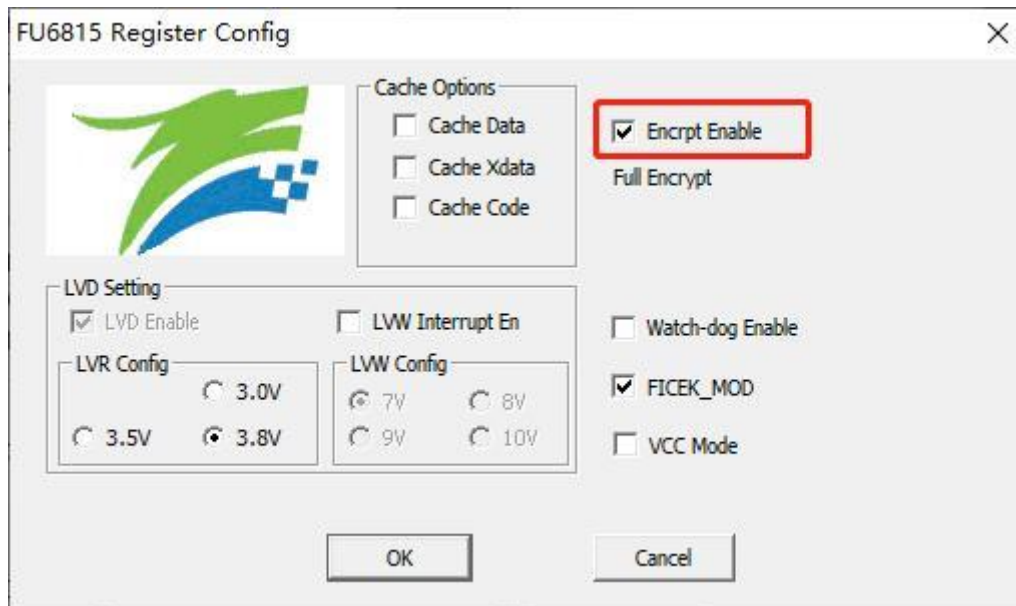

图 33-2 代码保护 全保护模式
2. 按照图 33-2 所示进行选择并设置，点击 OK。然后编译工程并下载，得到 BIN 文件并烧录到 Flash 后即可达到代码保护的效果。